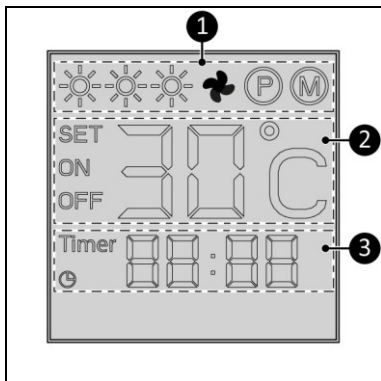

Figura 7
Indicator de stare (Figura 7, poz. 1):
Indicator de temperatură (Figura 7, poz. 2):
Indicator de timp (Figura 7, pos. 3):